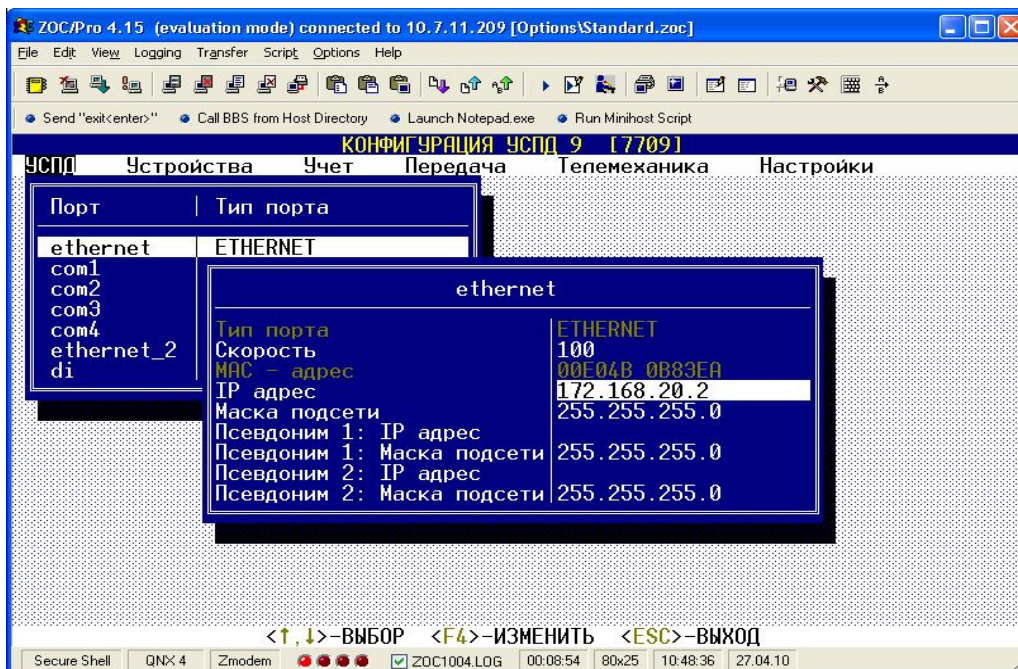

Рисунок 18
6.5.1.1. Подключить УСПД к Интернет по одному из Ethernet интерфейсов. Для этого при статической адресации установить на заданном интерфейсе статический IP-адрес и маску подсети в окне «Конфигурация»=>«УСПД»=> «Порты»=> требуемый порт рисунок 18.